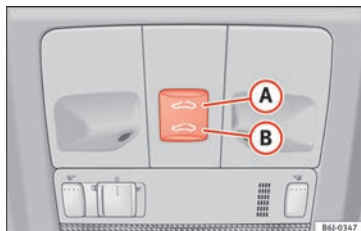

Fig. 8 En el revestimiento interior del techo: mandos del techo panorámico.
- Abrir: pulse una sola vez el botón » **fig. 8** **A**. Si lo mantiene pulsado se abre hasta la posición deseada.
- Cerrar: pulse una sola vez el botón » **fig. 8** **B**. Si lo mantiene pulsado se cierra hasta la posición deseada.